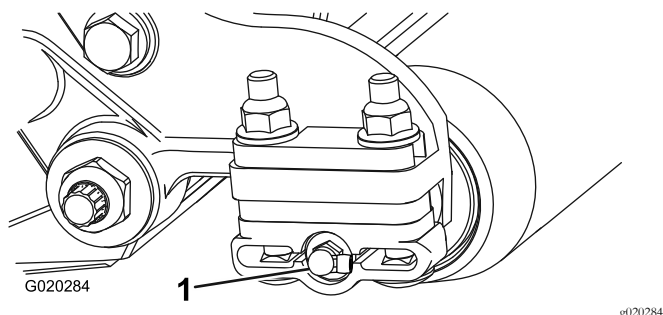

図 3
- サイドプレートの正面についているグリスフィッティングストレートを外し、代わりに90°フィッティングを取り付ける 図 3。